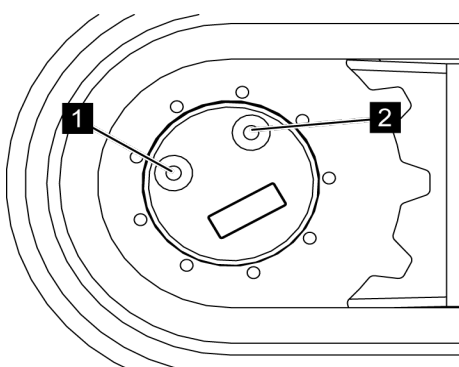

Fig. 108: Contrôler le niveau d'huile
6. ➔ Faire un contrôle visuel du niveau d'huile. L'engrenage doit être rempli d'huile jusqu'au bord inférieur du trou fileté (Voir la Fig. 108/1).
7. ➔ Rajouter de l'huile de boîte (N° de réf. 3917/0122) si nécessaire (↪ *Chapitre 3.9 « Consommables » à la page 41*). Pour cela, faire couler lentement l'huile dans le trou (Voir la Fig. 108/2), jusqu'à ce qu'elle arrive au bord inférieur du trou fileté (Voir la Fig. 108/1).